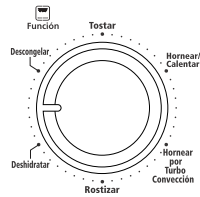

Figura 2
2. **Perilla selectora de función** - ajusta el dial a la función de cocción de su elección (ver Figura 2).